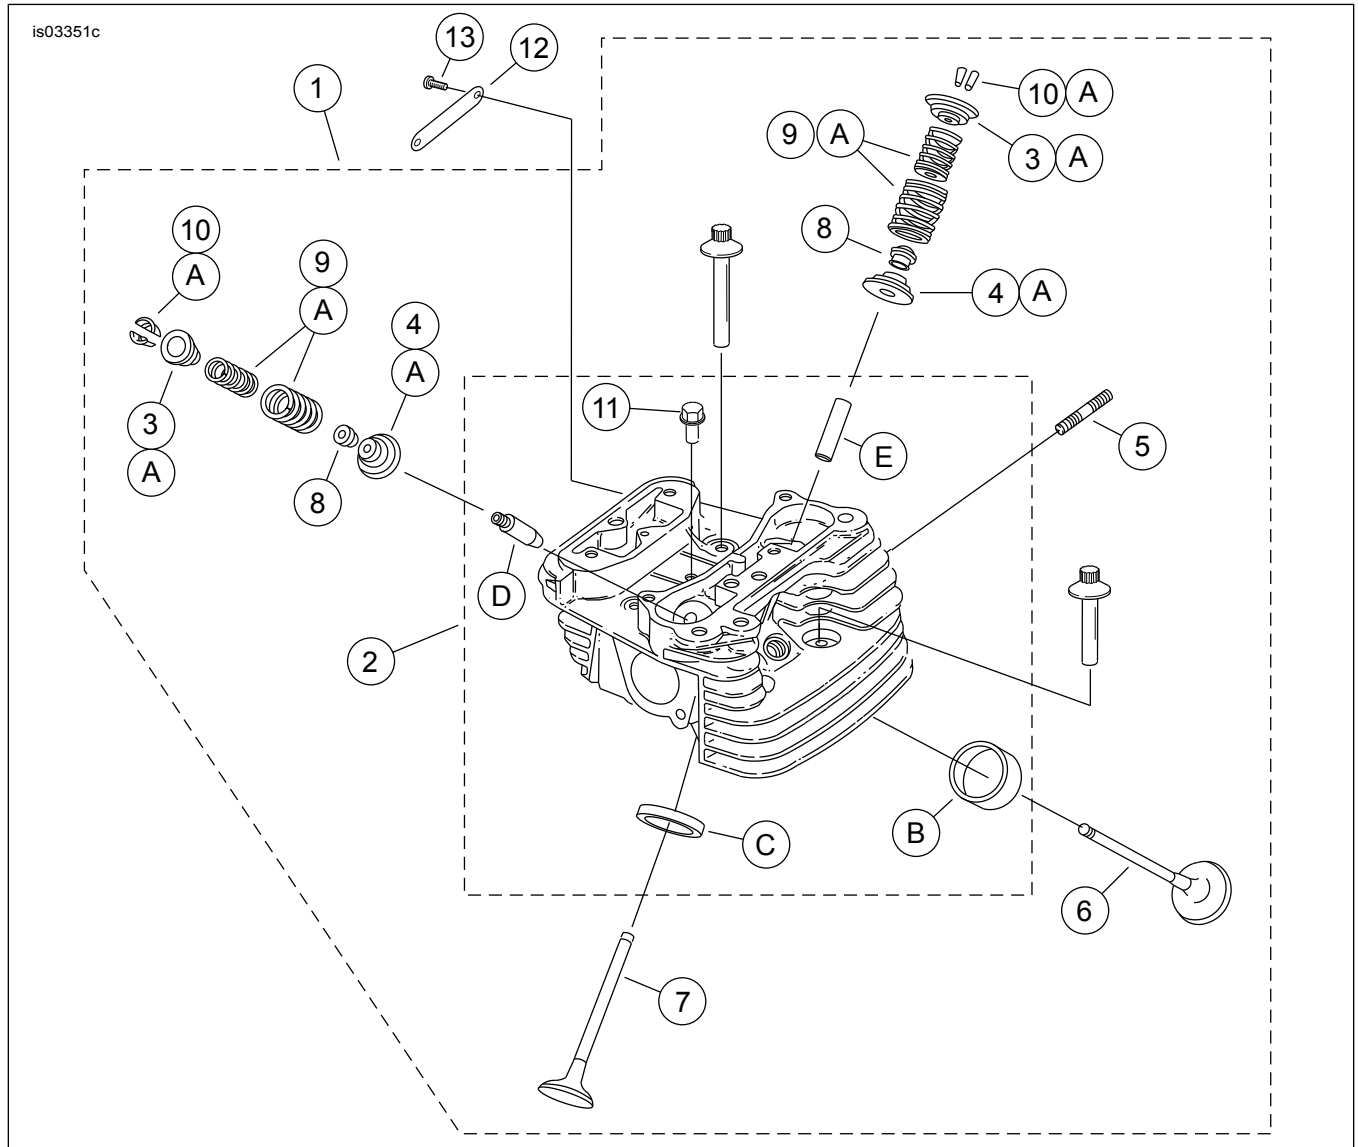

Figure 9. Pièces de rechange : Moteur complet SE120R Screamin' Eagle Pro pour compétition
Voir Figure 9. Les culasses de rechange (1) ont des médaillons « à orifice CNC ». Si on le souhaite, réutiliser ou acheter de nouveaux médaillons « 120R » (12).